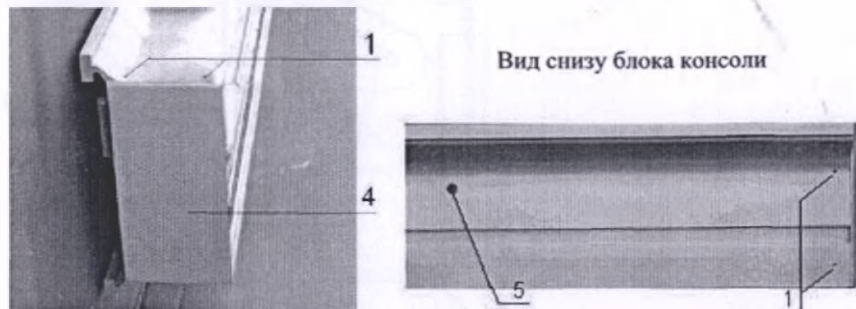

Рис. 6 Расположение винтов крепления
- Шестигранным ключом 1,5 мм освободить по четыре винта поз.1, фиксирующие снизу и сверху торцевые крышки с каждого края блока настенной консоли. Обе торцевые крышки поз.4 снять. (Рис. 6).
- С целью получения подхода к крепежным отверстиям ослабить затяжку шести винтов поз.5 (Рис. 6) крепления внутренних стяжек (по три винта на нижней и верхней стенках корпуса консоли) и осторожно снять декоративные панели секций расположения газовых клапанов и электророзеток. Снятие панелей рекомендуется выполнять, приподнимая торец каждой панели и с некоторым усилием поворачивая панель на себя до выхода панели из пазов фиксации. Панели отвернуть: панель электророзеток на верхнюю стенку корпуса, панель газовых клапанов опустить вниз.
- Надеть блок консоли на шпильки Рис. 6 (перед этим надев на них дистанцеры) и предварительно закрепить гайками М8 (согласно Рис. 5), не затягивая их до конца.